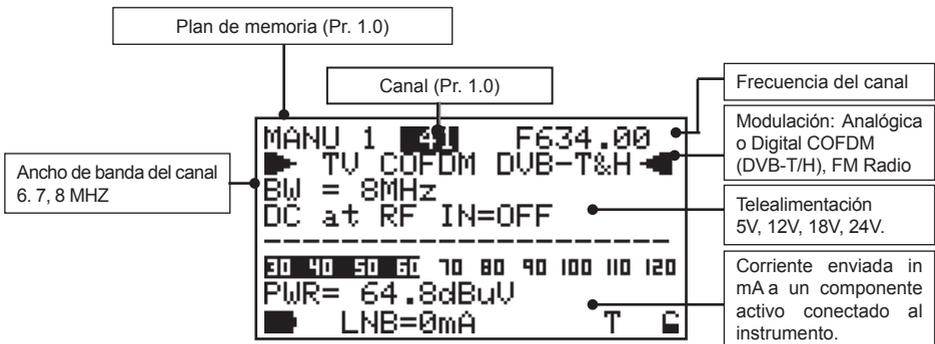

Fig. 5.1 Primer nivel de medida relativo a las señales digitales.
- 3) En ausencia de señal, por una potencia por debajo del rango dinámico de medida del instrumento, o cuando la señal no es sincronizada, será visualizado en las líneas horizontales (fig. 5.1) “PWR TOO LOW” potencia insuficiente.
- 5) De cualquier nivel de medida que estemos, pulsando brevemente el botón de puesta en marcha [20], se vuelve al primer nivel de medida “HOME” ver fig. 5.1.